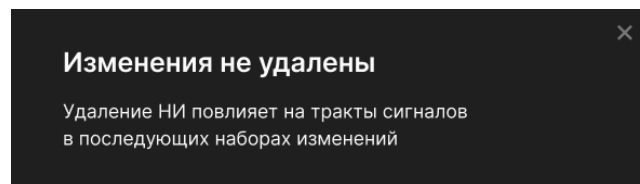

Рисунок 5.9 Уведомительное сообщение для пользователя о невозможности удаления НИ из ТМ
- перед удалением набора изменений осуществляется проверка на наличие в НИ на будущие даты объектов, которые имеются в удаляемом НИ, и их влияние на структуру трактов, которые имеются в системе на будущие даты в НИ. Если удаление НИ повлияет на структуру тракта, который имеется в системе в модели на будущие НИ, то Система выведет пользователю уведомительное сообщение (Рисунок 5.9) и набор изменений не будет удален из тестовой модели.